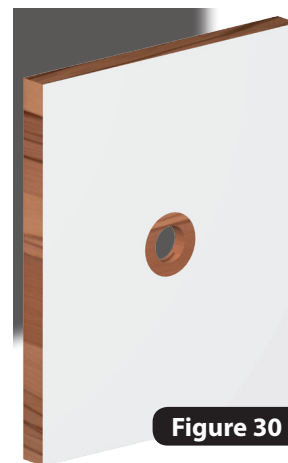

Figure 30
- Fixez le 1^{er} joint d'étanchéité (joint plat) sur le corps du skimmer à l'aide des 4 vis à tête bombée, en respectant le positionnement illustré en figure 30.